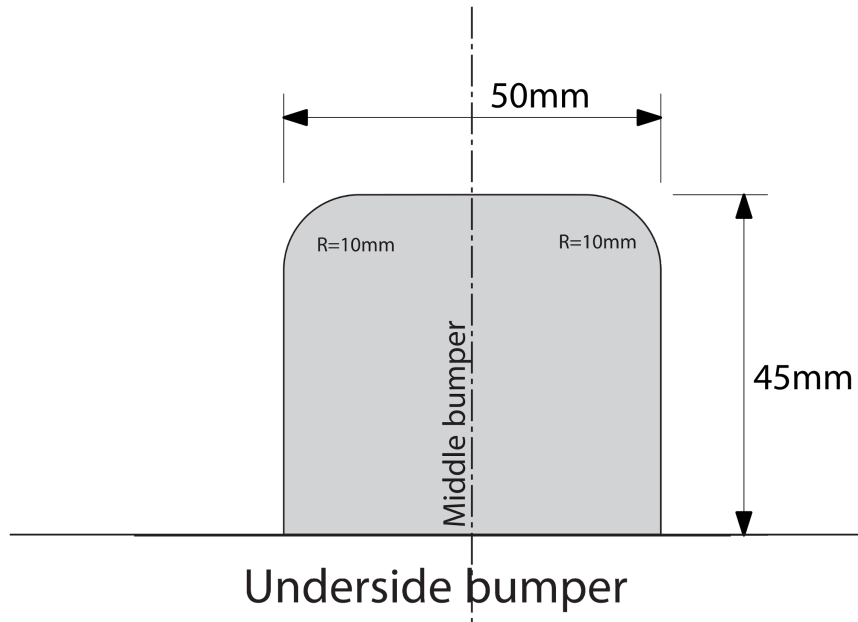

Fig. 2
6. Focus HB; 2005-2007:: Выпилить обозначенную часть, как указано на рис. 2.